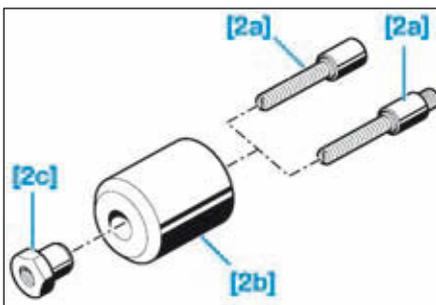

FIG.80
- [2]. Kit d'outillage pour le remontage des bagues d'étanchéité d'arbre à cames (réf. Mot. 1632) (Fig.80).